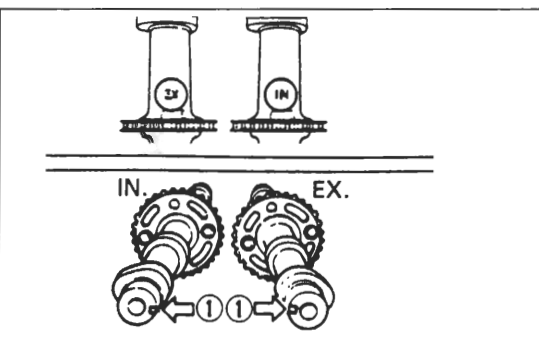

Bild 192
- Δ Nockenwellen nicht verwechseln (Bild 192).